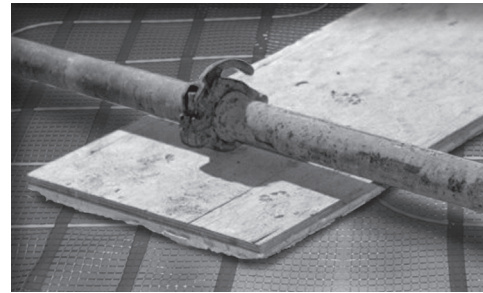

Figure 13
- Toujours déposer le tuyau de la pompe à béton (particulièrement les joints de raccord du tuyau) sur un panneau de mousse de polystyrène renforcé d'un contreplaqué (ce côté vers le haut) pour éviter que les joints n'abîment la trame (figure 13).